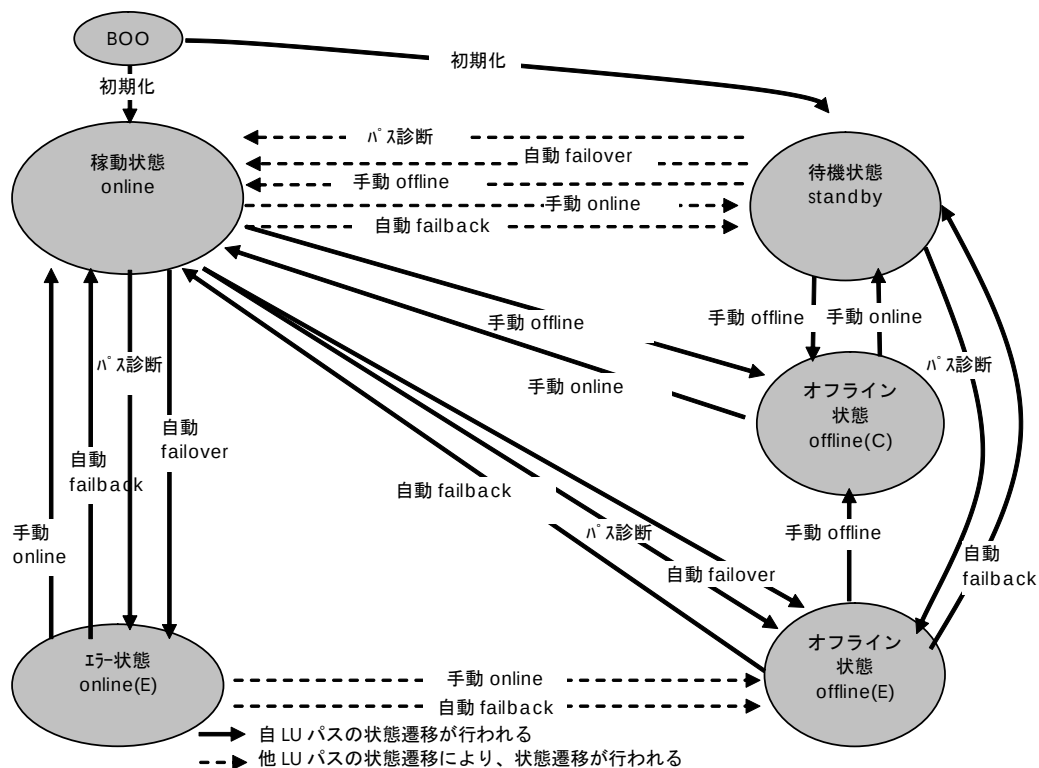

図 2-3 LU パスの状態遷移
LU パスの状態には、online、online(E)、standby、offline(C)、offline(E)の5つの状態があります。表に各状態の説明を、図 2-3 に状態遷移図を示します。
ユーティリティソフトから変更できるパスの状態の詳細は、「LUパスの状態」図 2-3 LUパスの状態遷移を参照してください。
- (1) HFC-PCM が認識する LU パスのうち、online 状態又は standby 状態の LU パスが診断対象となります。自動 Failback が有効な場合は、online(E) 状態 及び offline(E) 状態の LU パスも診断対象となります。
- (2) 診断する LU パスは自動的に選択されます。手動で選択することはできません。
- (3) パス診断の実行の有無、診断間隔は、ユーティリティソフトにより変更することができます。
- (4) パス診断中に障害を検出した場合は、パスの状態が offline(E)または online(E) に変更されます。
- (5) パス診断によるパス状態の遷移については、「LU パスの状態」図 2-3 LU パスの状態遷移 を参照してください。
- (6) ディスク以外のデバイス(Tape 等)は HFC-PCM の管理対象外です。パス診断は実行されません。
- (7) 表 2-7 パス診断機能と同等処理を行なうオペレーション に示すオペレーションを契機に、パス診断機能と同等の処理を実行します。